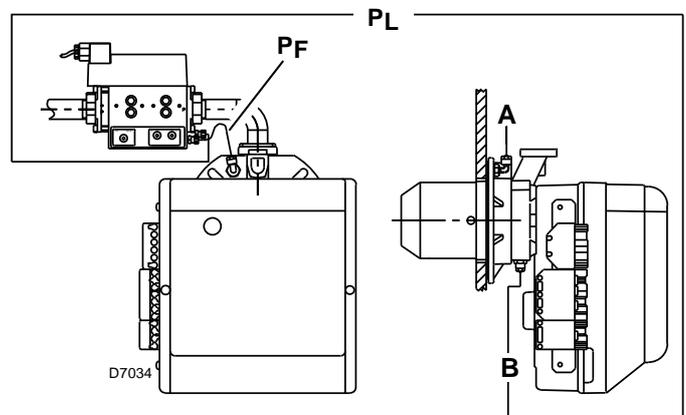

Fig. 15
- fijar el racor de G1/8 (suministrado con el quemador) en el punto A)(Fig. 15) (brida del quemador).